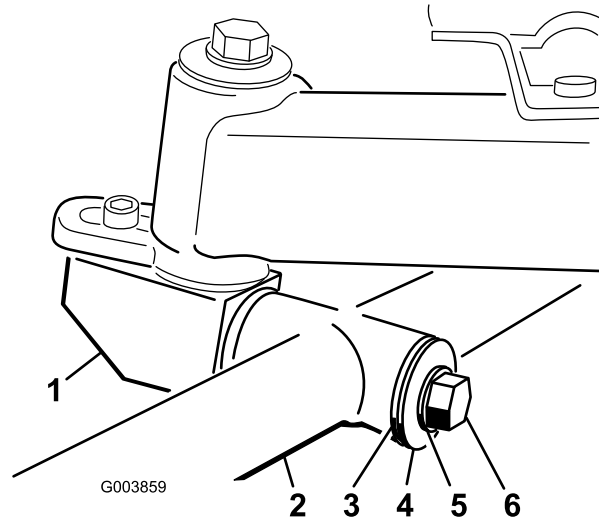

Bild 9
5. Richten Sie die Befestigungswelle des Mähwerks mit dem Gelenkrohr am Trägerrahmen aus. Setzen Sie die Welle in das Rohr ein (Bild 9).
6. Befestigen Sie die Welle mit einer Druckscheibe, Flachscheibe, Sicherungsscheibe und einer Mutter im Gelenkrohr (Bild 9)